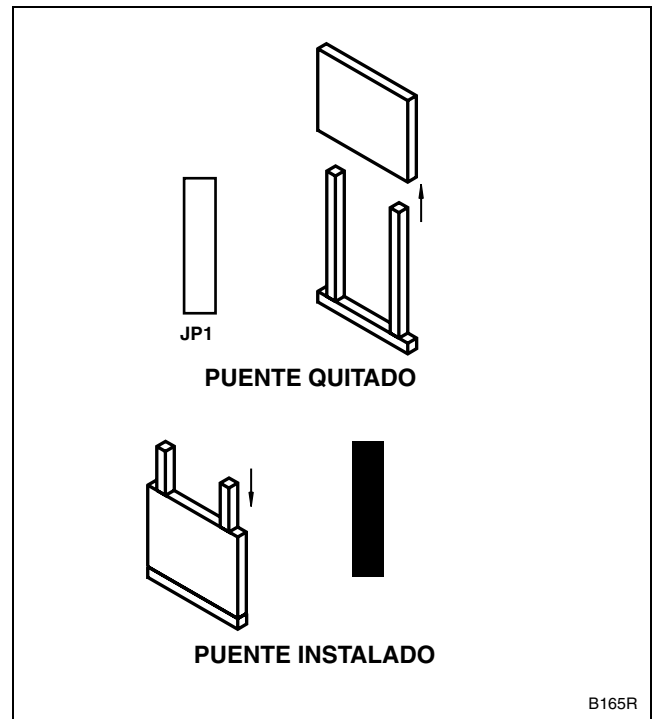

Figura 1
5. Instale o quite puentes en el lado de los números impares para fijar el tiempo del ciclo deseado. Consulte la *Figura 1* y *Tabla 1* en lo que se refiere a las configuraciones de puentes para opciones del lado de números impares.
- Instale o quite los puentes para fijar la temperatura de enjuague o el nivel de agua deseado. Consulte la *Figura 1* y la *Tabla 2* en lo que se refiere a las configuraciones de los puentes para opciones del lado de números pares.